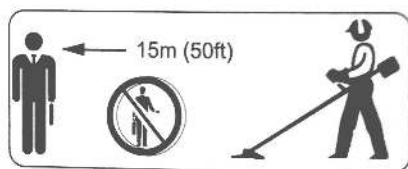

Рис. 3
3. Нож сильно разбрасывает объекты - Надевайте защитные средства для глаз, лица и ног. Всегда очищайте рабочую зону от любых посторонних предметов перед использованием ножа. Не подпускайте людей и животных ближе, чем на 15 метров по всем направлениям (Рис. 3).
6. Зона риска диаметром 15 метров - наблюдатели могут быть травмированы. Не подпускайте людей и животных ближе, чем на 15 метров по всем направлениям (Рис.3).